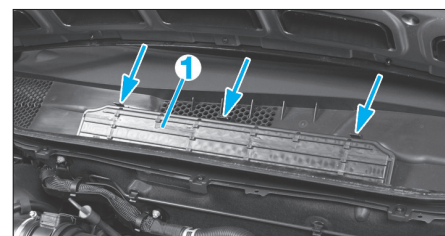

FIG. 7
- Sur la grille d'aérateur, dégraffer le couvercle (1) et le retirer (Fig.7).